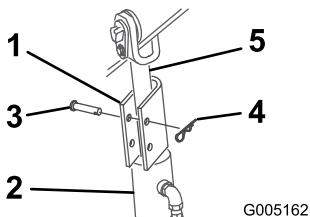

Рисунок 20
- Поместите на шток каждого гидроцилиндра подъема (Рисунок 20) замок гидроцилиндра кронштейна погрузчика..
- Закрепите каждый замок гидроцилиндра кронштейна погрузчика посредством штифта с головкой и шплинта (Рисунок 20).